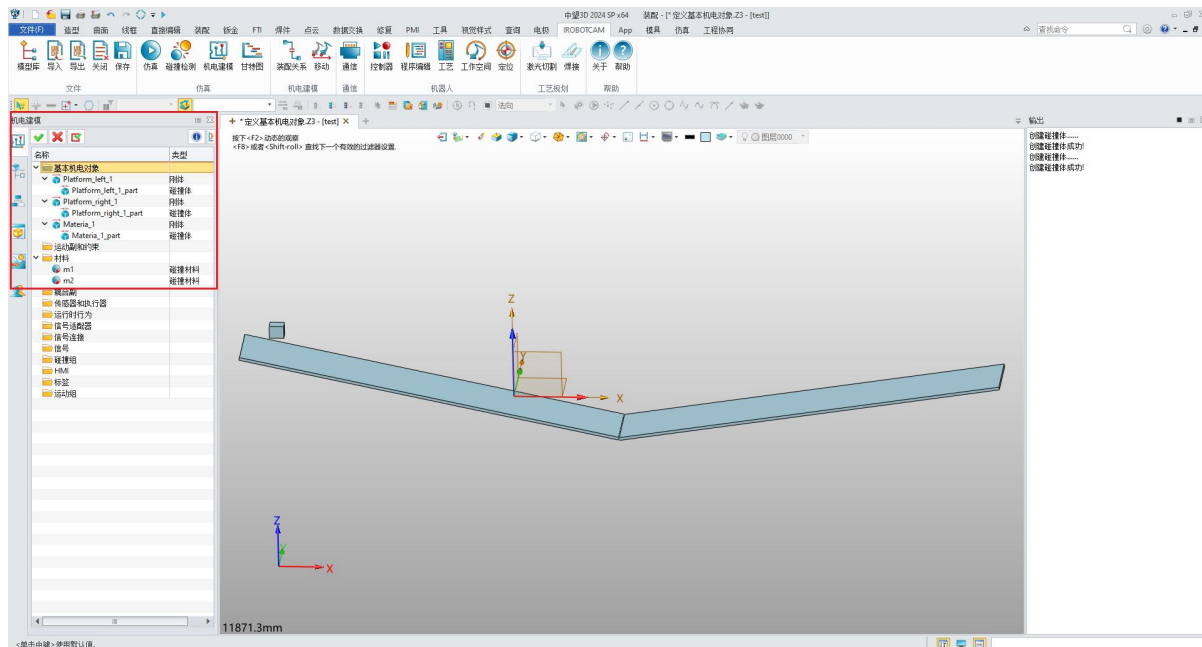

图 5-14: 整个机电建模框架
- 此时, 您应该已经成功地为所有组件创建了材料、刚体和碰撞体。(图 5-14)